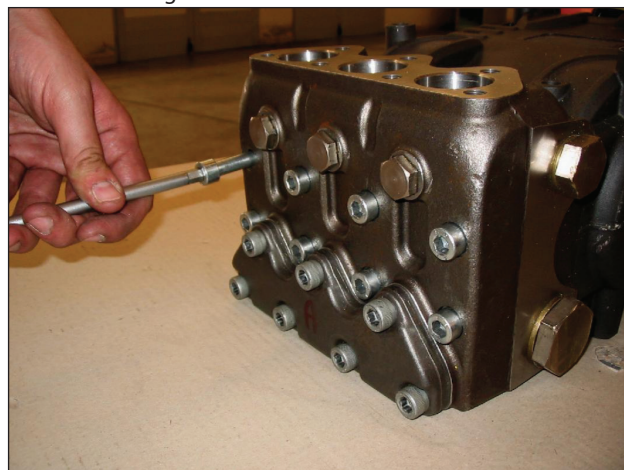

Fig. 20
A) Dévisser les vis de fixation de la tête M10x110 comme le montre la Fig. 20.